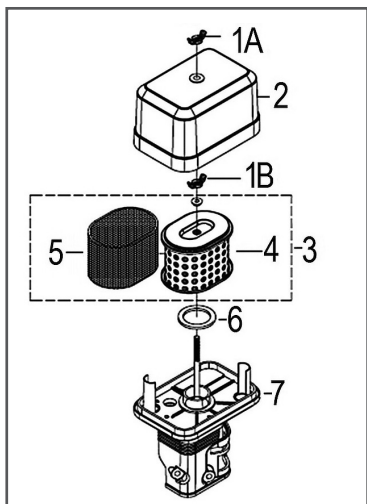

Рис. 25 Обслуживание воздушного фильтра
1. Открутите барашковую гайку 1А и снимите крышку 2 воздушного фильтра (Рис. 25).
2. Открутите барашковую гайку 1В и извлеките из корпуса воздушный фильтр 3 в сборе (Рис. 25).
3. Проверьте целостность и чистоту фильтрующих элементов. Поролоновый (предварительный) фильтрующий элемент 5 установлен на корпусе бумажного фильтрующего элемента 4 (Рис. 25).
4. При незначительном загрязнении промойте поролоновый фильтрующий элемент 5 (Рис. 25) теплым мыльным раствором и просушите. Поврежденный или сильно загрязненный поролоновый фильтрующий элемент замените.
5. Произведите очистку крышки 2 и корпуса 7 воздушного фильтра (Рис. 25), не допуская попадания пыли и грязи в воздуховод, ведущий к карбюратору.
7. Перед установкой воздушного фильтра убедитесь, что уплотнительное кольцо 6 воздушного фильтра находится на месте и не имеет повреждений (Рис. 25).